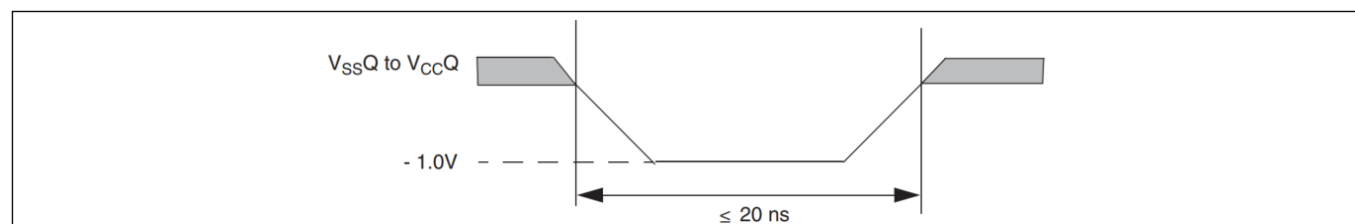
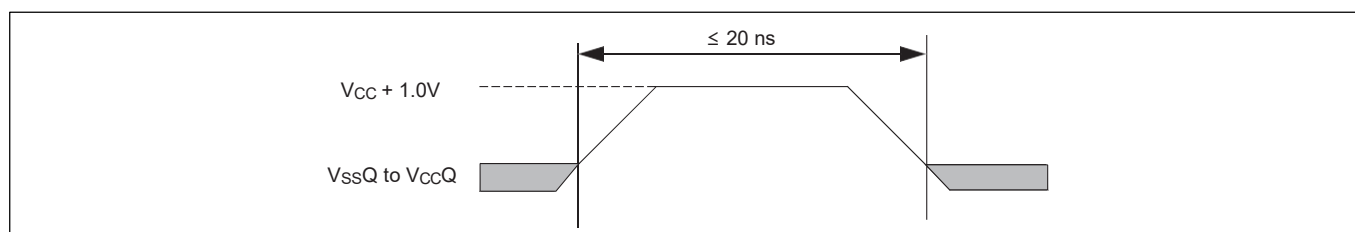

图27 最大负过冲波形
图 28 最大正过冲波形
30. 输入或 I/O 信号上的最小DC电压为 -1.0 V。在电压转换期间, 输入或 I/O 信号可能低于 V_{SS}至 -1.0V, 持续时间长达 20 ns。见图 27。输入或 I/O 信号上的最大DC电压为 V_{CC} + 1.0 V。在电压转换期间, 输入或 I/O 信号可能高于 V_{CC} + 1.0 V, 持续时间长达 20 ns, 见图 28。